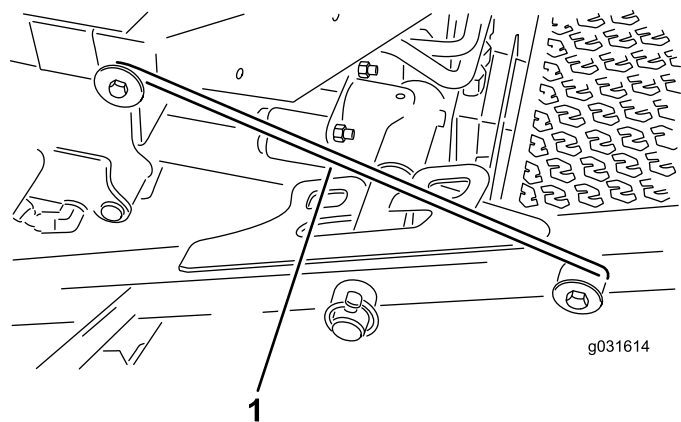

Figure 32
4. Dégagez la barre de verrouillage de son point d'accrochage sur le bâti porteur avant (Figure 32).
5. Soulevez l'extérieur des unités de coupe avant et placez le verrou sur la goupille du cadre à l'avant de la plate-forme de l'utilisateur (Figure 32).